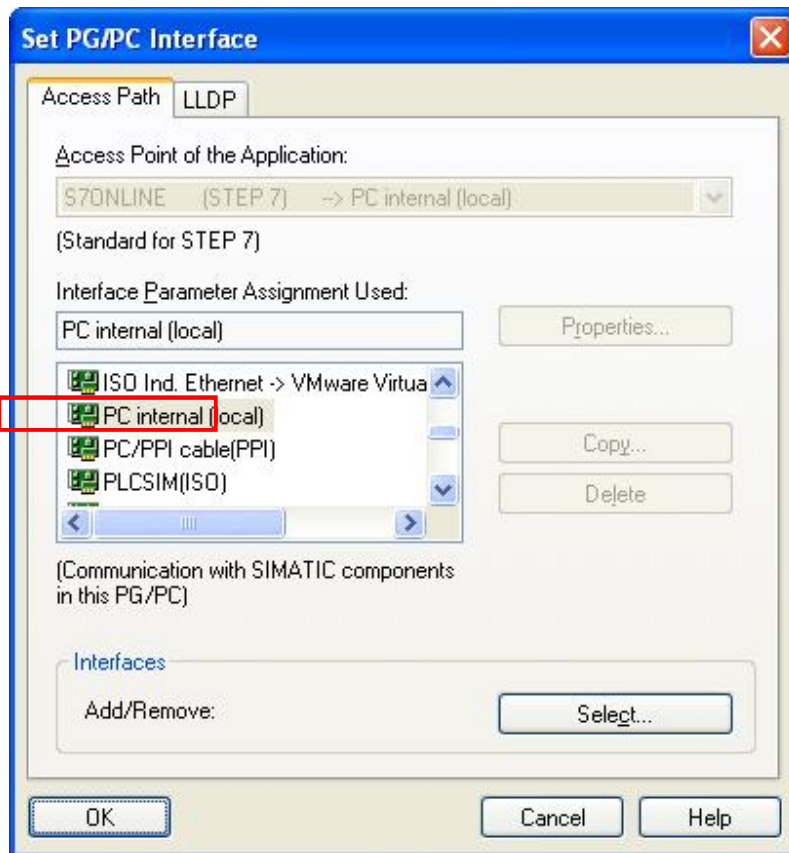

图 10
7. 打开控制面板，打开“ Set PG/PC Interface” 窗口，选择“ PC internal (local)” ，如图 10